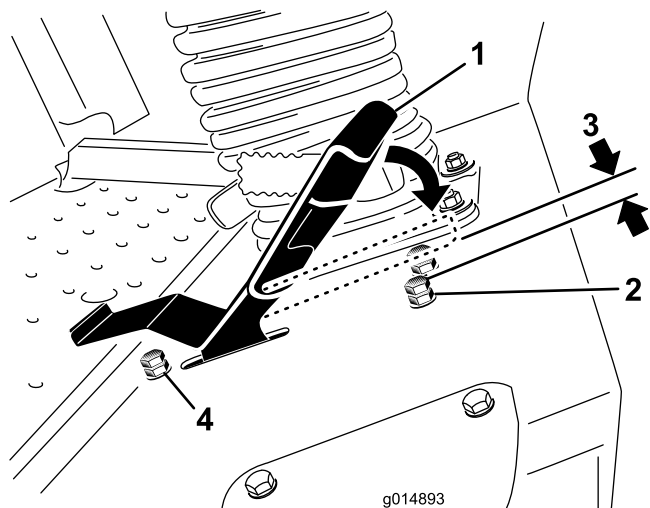

Bild 51
- Lösen Sie für das Fahrpedal die Klemmmutter an der Anschlagschraube (Bild 51).